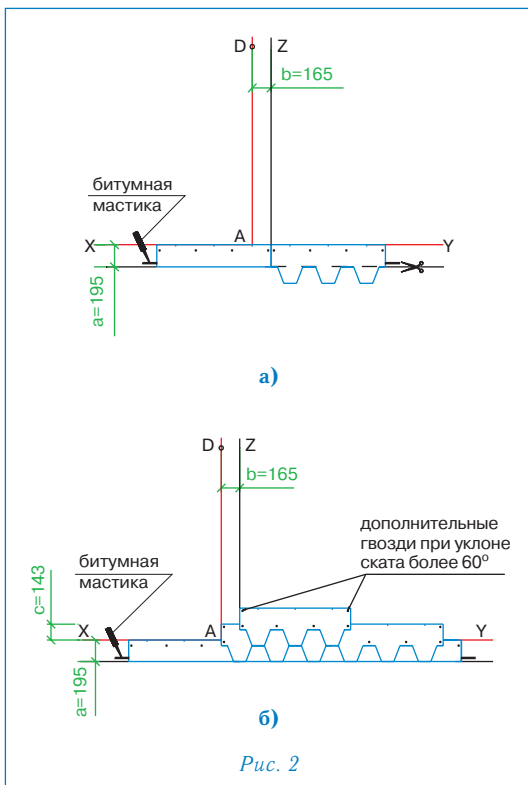

Рис. 2
Укладка материала (рис. 2)
- Начальный ряд формируется из листов черепицы МОЗАИКА с обрезанными лепестками. Полученные таким образом полосы шириной 19,5 см укладываются по линии карниза в обе стороны от линии Z (рис. 2а) и фиксируются по нижнему краю битумной мастикой, а по верхней кромке 4 гвоздями (ось гвоздей на 5 см ниже верхнего края полосы);
- далее первый ряд черепицы укладывается от линии AD (рис. 2б);
- второй ряд укладывается от линии Z (со смещением 16,5 см от AD) (рис. 2б);